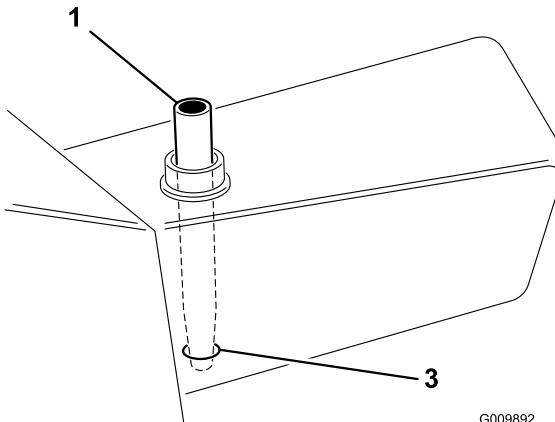

Figura 60
- Si sólo se va a cambiar el filtro, retire el tapón del depósito e inserte el tapón del depósito (Figura 60) para tapar la salida. De esta forma se retendrá la mayor parte del aceite en el depósito al retirar el filtro.